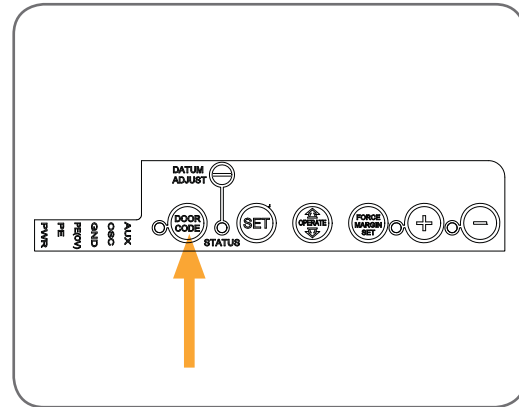

fig 31
- Press and hold the DOOR CODE button (**Fig. 31**).